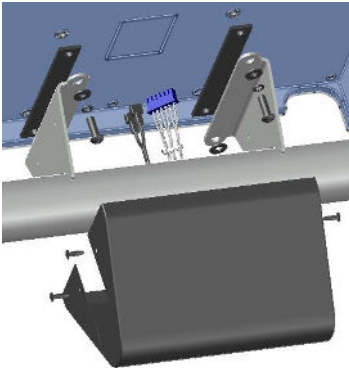

Figura 5-3
5. Atașați consola la suporturile consolei cu hardware-ul furnizat în ordinea indicată în Figura 5-3. Asigurați-vă că plăcuțele de cauciuc se află între suprafața de montare din oțel și partea din spate a consolei. Strângeți șuruburile uniform.
6. Poziționați capacul negru și aliniați orificiile din partea laterală a suportului cu cele din capac. Fixați capacul cu (4) #10-32 șuruburi.